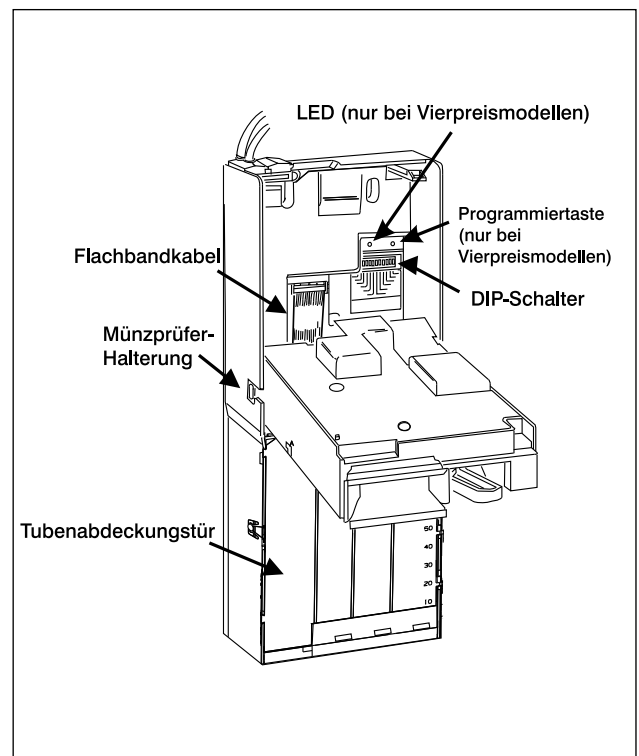

Abbildung 2
4. Das Münzprüfermodul wieder in den Geldwechsler einsetzen und nach vorne kippen. Dann die Flachbandkabelverbindung zum GW wiederherstellen (vgl. Abb. 2).
7. Die gewünschten Verkaufspreise und Funktionen am Geldwechsler einstellen (vgl. Abb. 2). Weitere Informationen dazu finden Sie im Teil 3 dieses Handbuches unter "Einstellung der Verkaufspreise" und "DIP-Schalter".
Hinter dem Münzprüfermodul, auf der rechten Seite des GW-Gehäuses, befinden sich zwölf DIP-Schalter (vgl. Abb. 2). Die ersten acht DIP-Schalter dienen zur Einstellung der Verkaufspreise (siehe "Einstellung der Verkaufspreise" im nachfolgenden Abschnitt dieses Handbuchs).
4. Zur Speicherung des eingestellten Preises und der Funktionen die PROGRAMMIERTASTE KURZ DRÜCKEN (siehe Abb. 2). Die LED neben der Programmieraste und die "ABGEZÄHLTES GELD EINWERFEN"-Lampe am Verkaufautomaten blinken nun.